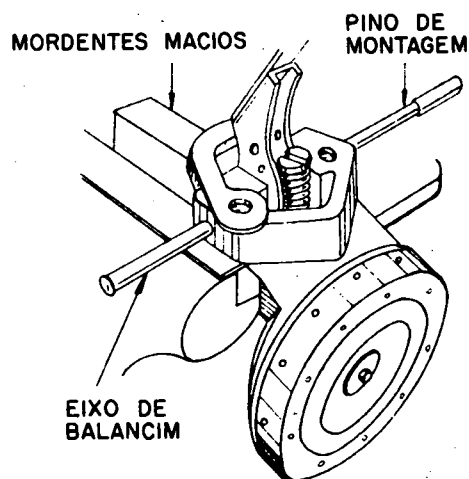

Fig. 4
- c Retire o eixo e remova o braço, o balancim (fig. 4) e sua mola.